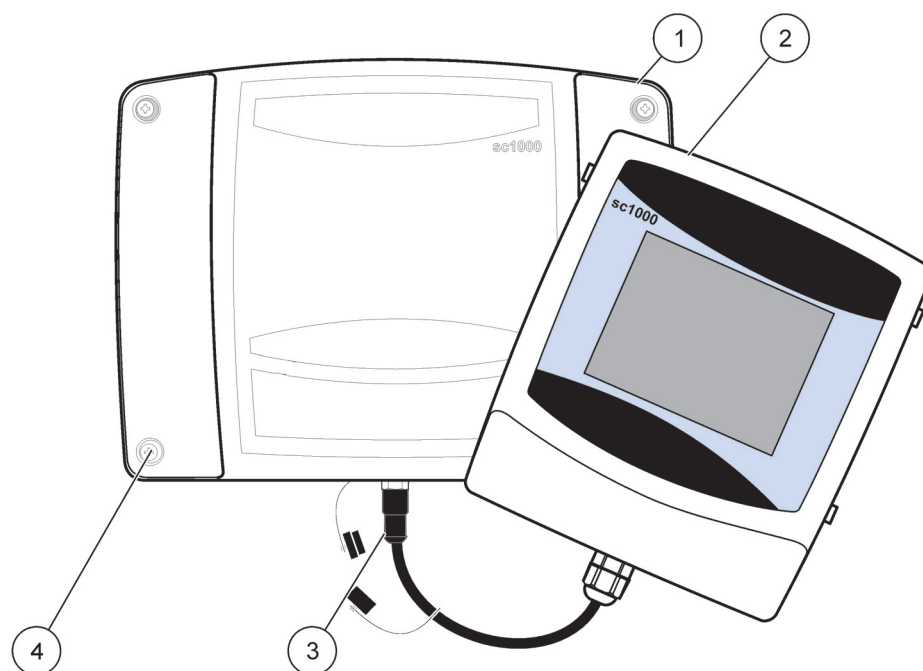

Рисунок 5 Снимите модуль дисплея и крышку модуля датчиков.
Перед выполнением любых задач по электромонтажу отключайте и снимайте модуль дисплея (Рисунок 5).
2. Снимите модуль дисплея с модуля датчиков (Рисунок 5).